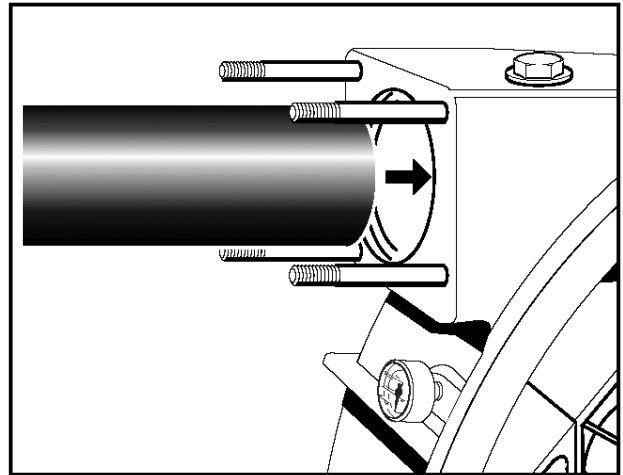

Fig. 16
2. Smörj lätt ena änden på pumpslangen med glidvätska och tryck in den i pumpens sugport (Fig. 16), tills slangen slår stopp.